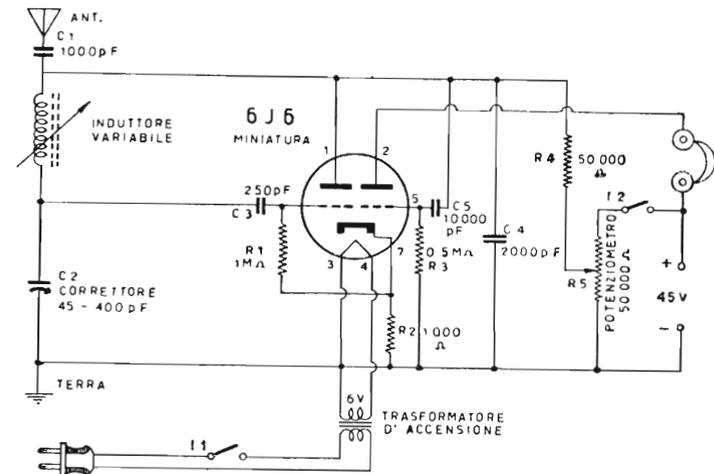

Fig. 13.23. — Apparecchietto con la valvola miniatura 6J6 e induttore variabile.
**Apparecchio con valvola miniatura 6J6.** — Anche la valvola miniatura di tipo americano 6J6 si presta assai bene per piccoli apparecchi ad una valvola. La fig. 13.23 illustra lo schema elettrico,